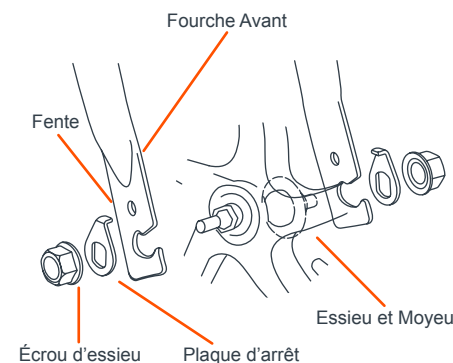

Fig. 3
- 3) Faites glisser la plaque d'arrêt sur la roue avant. Assurez-vous que la languette relevée pointe en direction de la fourche et insérez-la dans la fente de la fourche. Avant de serrer la roue, alignez la languette de la plaque d'arrêt avec la fente (Fig. 3).